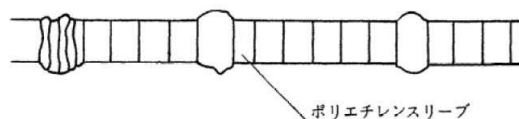

図 3.8.3 防食用ポリエチレンスリーブの施工
- ③ 管を吊り下ろす前に、アコーディオン状にした防食用ポリエチレンスリーブを管の挿し口部から引き入れ、管を接合した後引き延ばし、粘着テープで所定のマークの位置を固定すること。その際、管直部は外面に巻つけ、接合部は十分たるみを持たせること。
- ④ T字管のように枝管を有する異形管及び弁類は、防食用ポリエチレンスリーブを適当に切断し、これを切り開いて被覆すること。
- ⑤ 施工の標準は、図 3.8.3 のとおりとする。